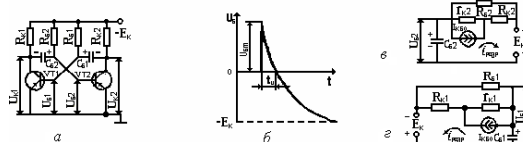

Рис. 1.5
5. По какой цепи происходит заряд конденсатора C_{B2} (рис.1.5а)?
Дать анализ временной характеристики и эквивалентных схем (рис.1.5 б,в,г).